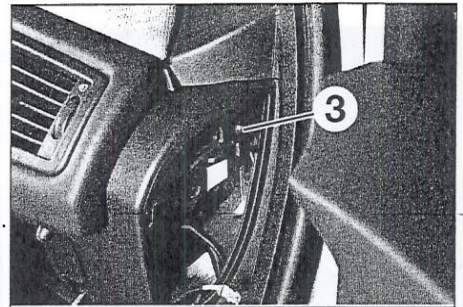

FIGURA 9-19
- Desmontar el tornillo (3) (figura 9-19).